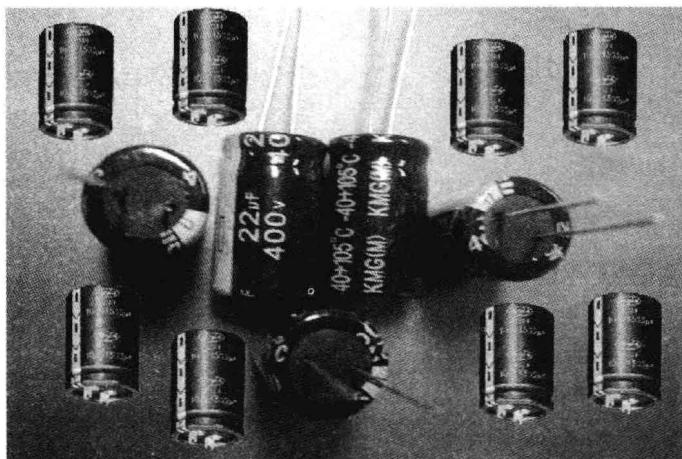

图 1-18 铝电解电容器
**1. 铝电解电容器** 广泛应用于电动车和充电器中，其外形封装有管式和立式等，电极引出方式有轴向型、同向型（单向）和螺栓式，外壳有纸壳、铝壳和塑料壳。铝壳电解电容器外面还套有蓝色或黑色、灰色的塑料套，上面标注有型号、电容量、耐压值及允许偏差等。图 1-18 是几种铝电解电容器的外形。